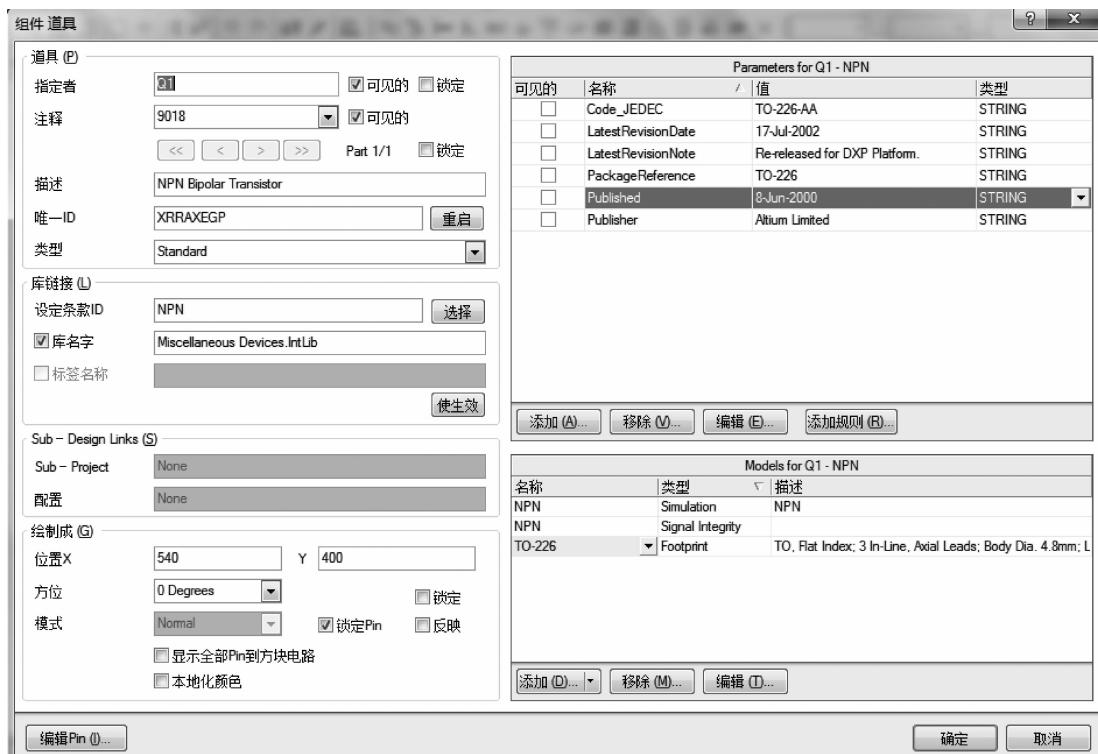

图 1-16 “组件 道具”对话框
- (1) 移动元件。如果元件已放置在图纸上,但位置不合适,可在元件符号上按住鼠标左键并移动其位置。
- (2) 改变元件方向。在已放置好的元件符号上按住鼠标左键,再按空格键 90°旋转元件方向,或按 X 键水平翻转元件方向,按 Y 键垂直翻转元件方向。
- (3) 移动元件标号或标注。若放置好的元件的标号或标注位置不合适,可在元件标号或标注上按住鼠标左键并拖动。
- (4) 编辑元件属性。双击元件符号,系统将弹出“组件 道具”对话框,如图 1-16 所示。按照电路原理图要求在此对话框中修改元件参数。其中,表 1-2 中的“物理元件”对应为“组件道具”对话框中的“设定条款”。